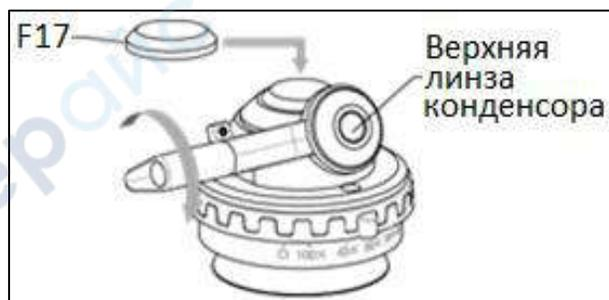

Рис. 57
Установите 10-кратный флуоресцентный объектив в рабочее положение (рис. 18) и опустите конденсор (6) в самое нижнее положение (рис. 22), или откните верхнюю линзу конденсора, накройте крышкой (F17) или снимите конденсор (6) (рис.57).